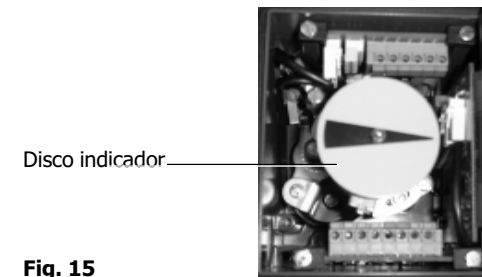

Fig. 15
4.4.4 Para terminar a regulação dos interruptores **PF1** e **PF2** volte a colocar o disco indicador de curso, a anilha e a porca (ver Fig. 15).